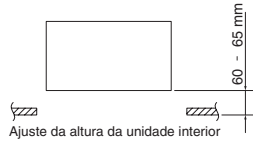

Fig. 7-13
- Utilize os parafusos de suspensão para ajustar a altura da unidade interior de forma que a distância entre a parte inferior da unidade interior ou da câmara do filtro opcional e a superfície do tecto seja de 60 – 65 mm. (Fig. 7-13)